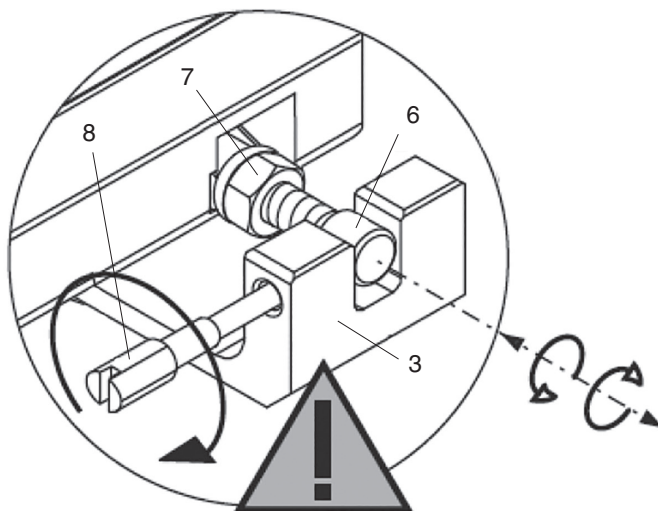

Рис. 12. Регулировка прижима створки
Отрегулируйте прижим створки к раме путем увеличения или уменьшения длины цепи с помощью регулировочного винта (6), как показано на рис. 12:
1. Выкрутите винт (6) из кронштейна створки, придерживая ее.
2. Изменяйте рабочую длину цепи, вкручивая или выкручивая регулировочный винт (3).
3. Соедините регулировочный винт (3) и кронштейн винтом (6).